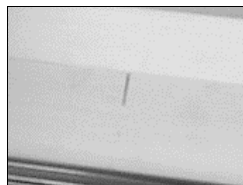

Рис. 1
- A. Карандаш по средней линии для оконной рамы как на подвижной, так и на неподвижной части (рис. 1).
- A. Карандаш по центральной линии окна как на подвижной, так и на неподвижной части (рис. 1).